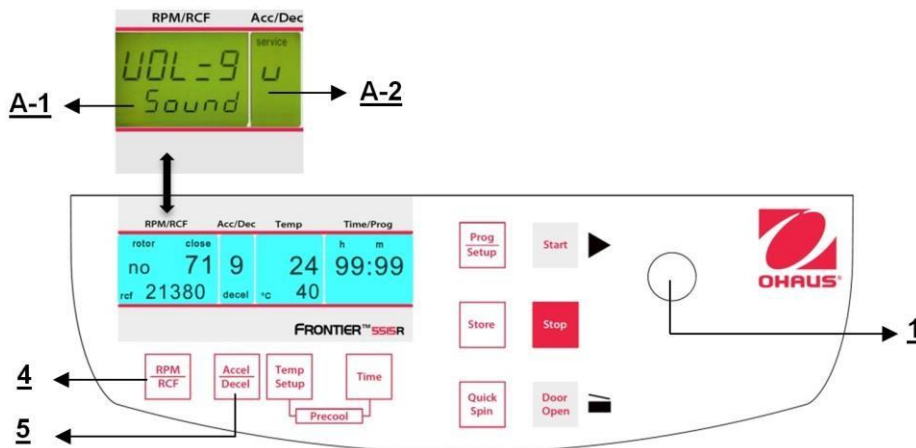

Figura 34
Proceda como se describe en el punto 4.1.2 para ingresar en este modo de programa y luego presione el botón **"Accel/Decel"** (5). En la pantalla **"Acc/Dec"** (A-2) destella la palabra **"Service"**. Ahora seleccione la letra **"U"** con la perilla de ajuste (1). Como resultado, en la pantalla **"RPM | RCF"** (A-1) aparecen las palabras **"Vol=0-9/Sound"**. Después de presionar el botón **"RPM | RCF"** (4), puede ajustar el volumen deseado entre 0 (bajo) y 9 (alto) con la perilla de ajuste (1) (vea la Figura 34).